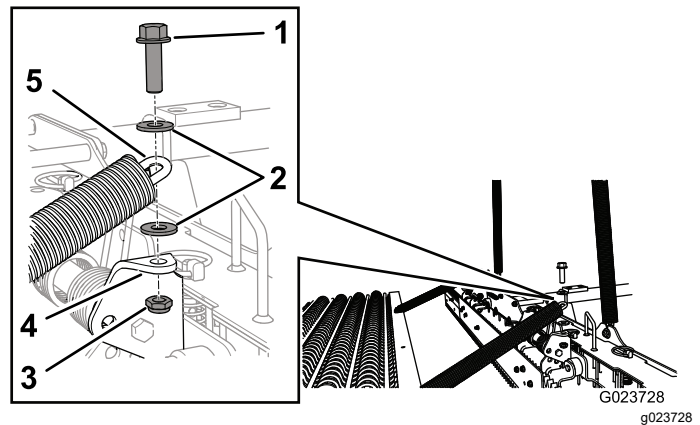

Figura 3
1. Allineate l'estremità di una catena con il foro nella staffa sullo stesso lato dello scarificatore (Figura 3).
2. Fissate la catena alla staffa con un bullone (3/8 x 1-1/4 poll.), 2 rondelle e un dado di bloccaggio, come mostrato in Figura 3.